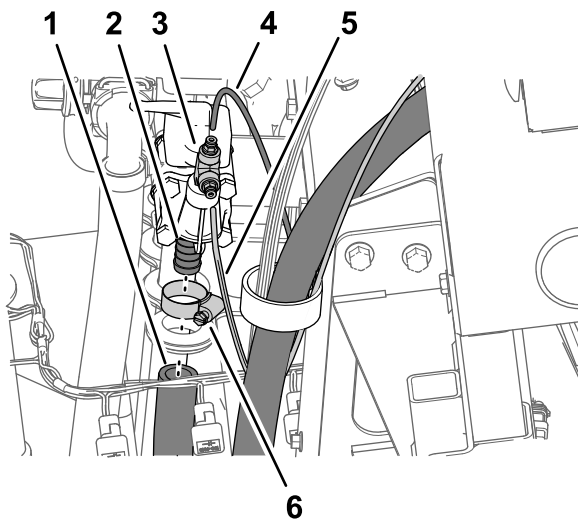

图 21
1. 在压力控制阀的右端取下将进水软管固定到控制阀宝塔形接头的软管夹然后将软管从接头中取出 图 21。
2. 按压管子连接器的锁环取出机器仪表板压力计的压力传感管图 21。
3. 按压管子连接器的锁环取出软管卷压力计的压力传感管图 21。
4. 从压力控制阀端部的 90 度弯头取下 T 形接头和管子连接器图 21。